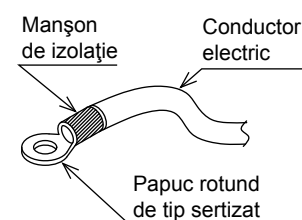

Fig. 11
- Aveți grijă să utilizați borne cu papuc rotund de tip sertizat cu manșon de izolație pentru a conecta cablurile la regleta de conexiuni a alimentării de la rețea. (**Consultați Fig. 11.**)